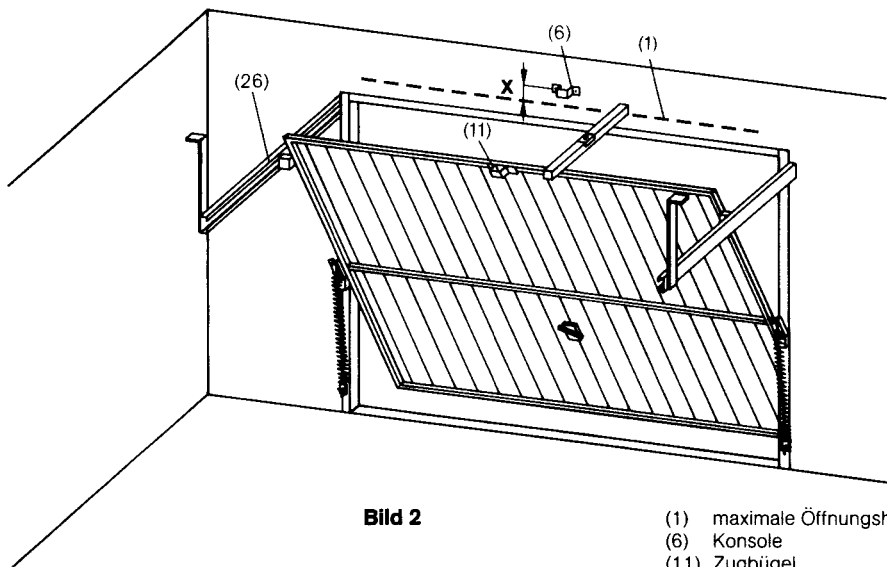

Bild 2
- Tor öffnen, bis Toroberkante beim Aufschwingen den höchsten Punkt (1) erreicht.
- Maximale Öffnungshöhe (1) sturzseitig anzeichnen (Bild 2).
- Antrieb (2) aus der Verpackung nehmen und Konsole (6) von Spannschlitten (9) und Laufschiene (4) demontieren.